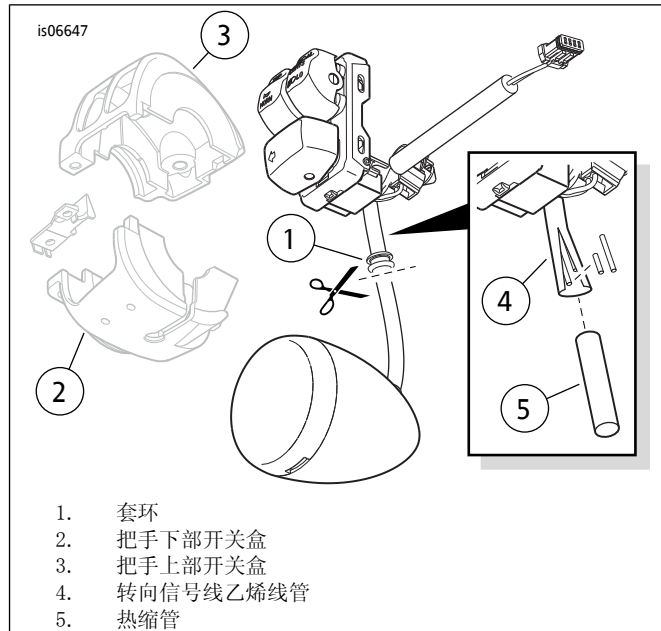

图2. 从开关组件剪断转向信号
1. 参见图2。在车辆一侧, 剪断连接到转向信号组件的转向信号线和线管, 使其与把手下部开关盒( 2 )下方的套环( 1 )平齐。在转向信号盒上留出大约50-75 mm(2-3 in)的导线。